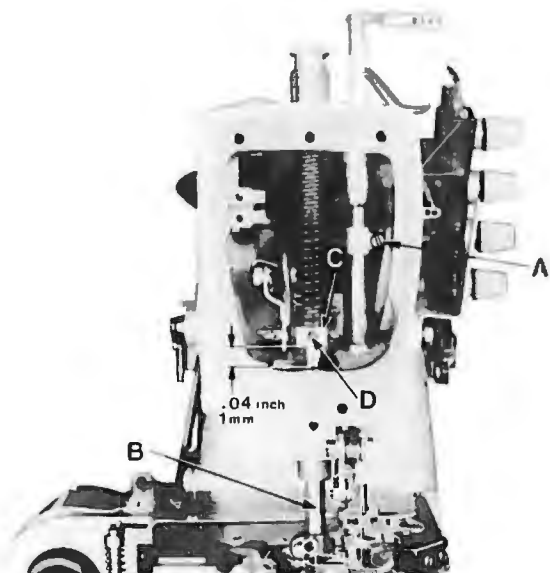
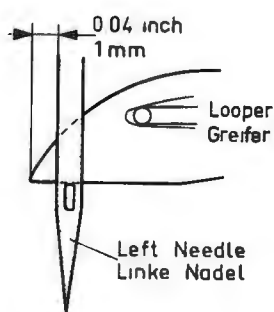

Fig. 11
Fig. 13
2. Loosen screw (A, Fig. 11) and turn needle bar until the needles center the needle holes of throat plate.
3. Retighten screw (A, Fig. 11).
The height of needle bar is correct when the looper point at its travel from right to left is 1 mm = .040 inch left of the left needle (Fig. 13) and the top of the needle eye is even with the underside of the looper. Loosen screw (A, Fig. 11) for this adjustment and move needle bar up or down as required. Retighten screw (A).
2. Lösen Sie die Schraube (A, Fig. 11) und drehen Sie die Nadelstange so, daß die Nadeln mittig in die Stichlöcher einstecken.
3. Ziehen Sie die Schraube (A, Fig. 11) wieder an.
Die Nadelstangenhöhe ist richtig eingestellt, wenn die Greiferspitze bei ihrem Weg von rechts nach links 1 mm links der linken Nadel steht (Fig. 13) und Oberkante Nadelöhr und Unterkante Greifer in gleicher Höhe stehen. Lösen Sie für diese Einstellung die Schraube (A, Fig. 11) und schieben Sie die Nadelstange nach Bedarf nach oben oder unten. Ziehen Sie die Schraube (A) wieder an.